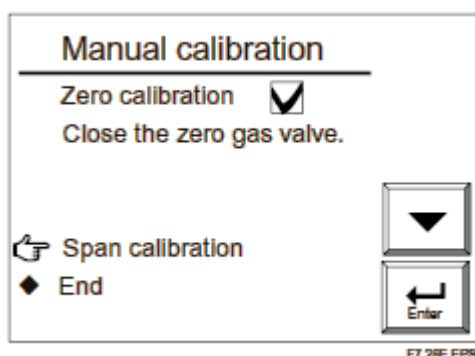

图 7.26 零点校正完成显示
- (9) 测量值稳定后, 按 [ENTER] 键显示 “zero-calibration complete” 如图 7.26。这时, 测量值正好等于零点气浓度值, 与设定值相符。关掉零点气流通阀。完全锁紧阀门紧锁螺母以便零点气不会泄漏。
- (10) 如图 7.26 在显示中选择 “END”。氧气趋势曲线 (带正在测量的氧气浓度值) 出现和 “HOLD TIME” 闪烁。该时间就是输出稳定时间。如果 “HOLD TIME” 在输出保持设置量设定, 模拟输出一直保持 (参见 8.2 节, “输出控制设置”, 本手册的后面部分)。当预设的输出稳定时间过后, 手动校正就完成了。出厂前, 这种输出稳定时间设置为 10 分钟。如果在输出稳定时间内按 [ENTER] 或 [Return] 键, 手动校正就完成了。